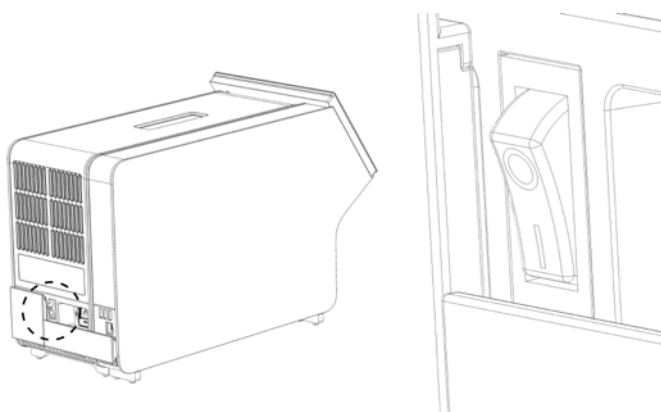

Figura 11. Localizando o interruptor de alimentação e colocando-o na posição "I".
9. Ligue o instrumento pressionando o botão de alimentação na parte de trás do Módulo analítico na posição "I" (Figura 11). Confirme se os indicadores de status dos Módulos analítico e operacional são exibidos em azul.